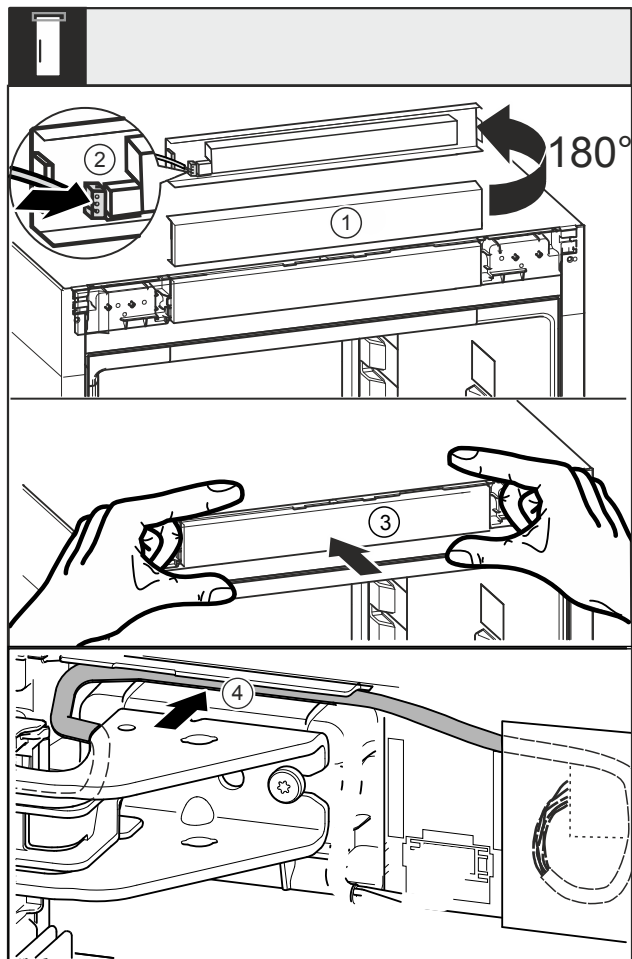

Fig. 33
- Ruotare la maschera Fig. 33 (1) di 180° verso l'alto.
- Innestare la spina Fig. 33 (2) nella maschera dell'elemento di comando.
- Innestare di nuovo la maschera Fig. 33 (3) sull'apparecchio.
- Posare con cautela il cavo nella guida Fig. 33 (4) sopra il blocco di supporto superiore.